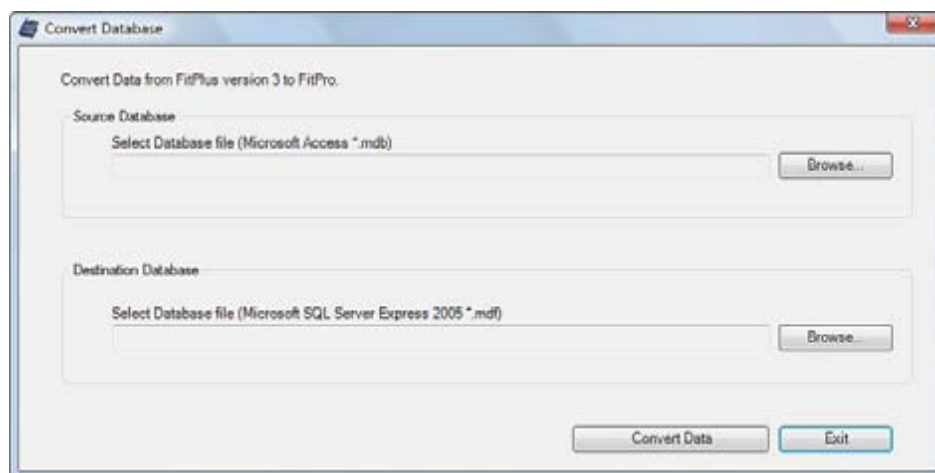

Ilustración 14. Cuadro de diálogo Convert Database (Convertir la base de datos)
1. Seleccione **D**atabase | **U**tilities | **C**onvert (Base de datos | Utilidades | Convertir). Aparecerá el cuadro de diálogo Convert Database (Convertir la base de datos) (Ilustración 14).